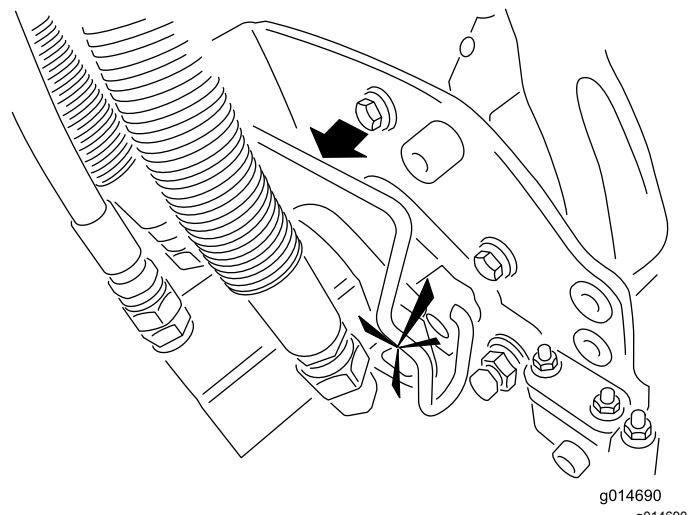

Figure 46
5. Enduissez de graisse propre l'arbre cannelé du moteur de l'unité de coupe (Figure 46).
6. Insérez le moteur dans le côté gauche de l'unité de coupe (vu de la position de l'utilisateur) et tirez la barre de retenue du moteur située sur l'unité de coupe vers le moteur jusqu'à ce que vous entendiez un déclic des deux côtés du moteur (Figure 46).